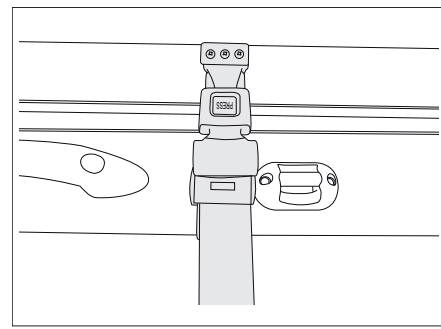

Bild 156 Sicherungsgurt Hubbett manuell
- Das Hubbett mit dem Sicherungsgurt am Dach sichern (Bild 156).